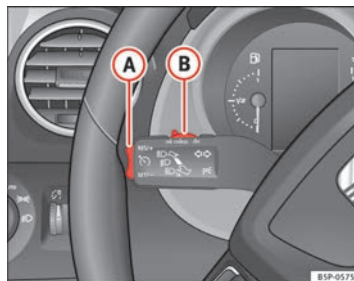

Fig. 151 Palanca de intermitentes y de luz de carretera: mando y tecla basculante para el regulador de velocidad
- Presione la parte superior de la tecla basculante **RES/+** ⇒ fig. 151 **(A)** para aumentar la velocidad. El vehículo acelerará mientras mantenga la tecla presionada. Al soltar la tecla quedará memorizada la nueva velocidad.
Si se reduce la velocidad programada pisando el pedal del freno, se desactiva el regulador de velocidad. Si quiere activar de nuevo el regulador, bastará con presionar una vez la parte superior de la tecla basculante **RES/+** ⇒ fig. 151 **A**.